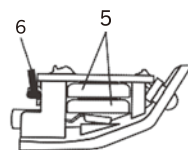

Figure 12
5. Installez deux nouvelles piles boutons CR927 (5) pour remplacer celles qui ont été retirées (figure 12).